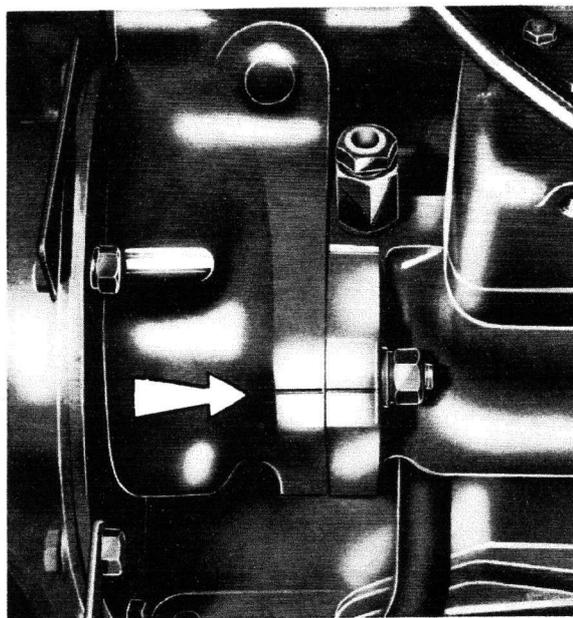

Fig. 7
- 4° Faire coïncider les traits de repère du bloc-moteur et de la pompe comme le présente la figure 7 et bloquer les écrous de fixation de pompe. La vis ALLEN du troisième point de fixation sera également bloquée au moyen de la clé MIMU.